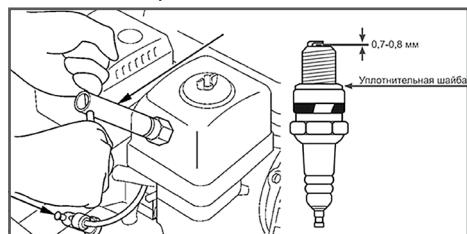

Рис. 26 Обслуживание свечи зажигания
2. Открутите свечу зажигания свечным ключом (Рис. 26).
4. Измерьте зазор между электродами свечи зажигания специальным щупом. Зазор должен быть $0,7-0,8$ мм (Рис. 26). При увеличении, или уменьшении требуемого зазора, рекомендуется заменить свечу, так как регулировка зазора может привести к изменению качества искрообразования.